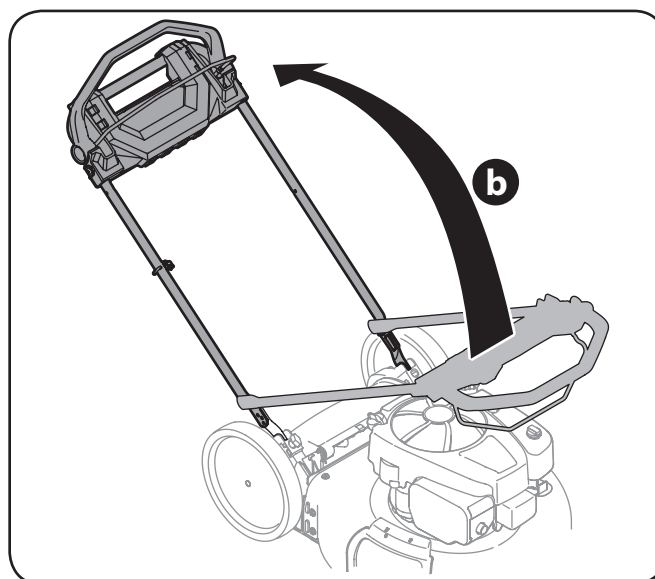

Figura 3-2
- b. Si bien la estabilización de cortacésped por lo que no se mueve, pivote asa superior como se muestra en Figura 3-2. No engarzado cable mientras levanta la palanca hacia arriba y asegurarse de que van en la parte exterior de la manija.